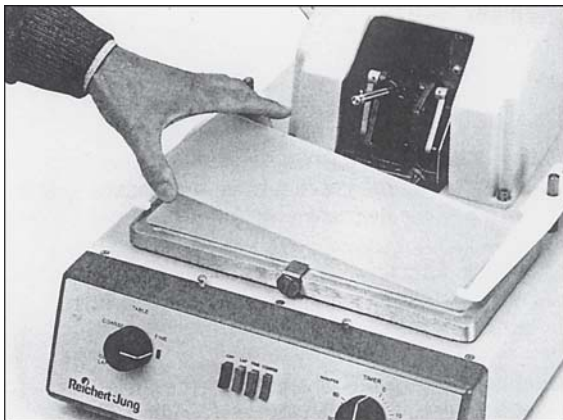

Fig. 23.1
- Colocar la segunda placa de afilado entre los dispositivos de sujeción de forma que ésta, con la faz que se quiera reacondicionar hacia abajo, quede apoyada con toda su superficie en la placa inferior y (**Fig. 23.1**).